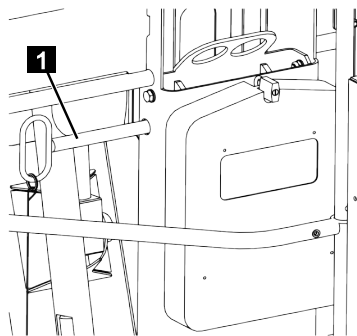

Fig. 103
4. Mettre en place la cheville de verrouillage (Fig.103/1).